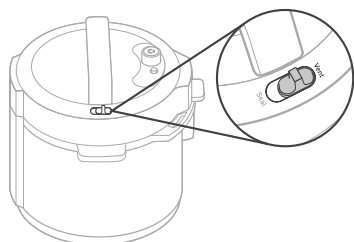

Figura 1.2
- Cuando cocine con una función de cocción sin presión, coloque siempre el interruptor de liberación de vapor en la posición "Ventilación". [Figura 1.2]